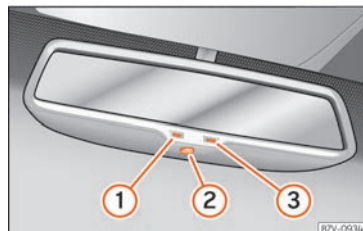

Fig. 151 Specchietto retrovisore interno fotocromatico automatico.
Legenda del **fig. 151:**
- ① Spia di controllo
- ② Interruttore
- ③ Sensore per il rilevamento dell'impatto della luce
Questa funzione può essere attivata o disattivata premendo il comando dello specchietto retrovisore interno » » fig. 151 ②. Quando è attiva si accende la spia ①.